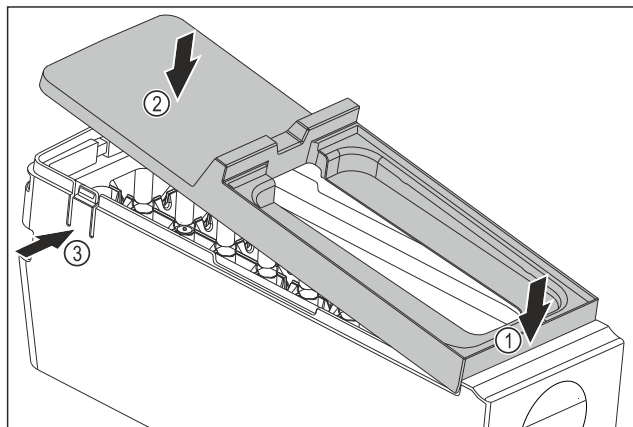

Fig. 109
- ▶ Afdekking van de EasyTwist-Ice-corporus monteren: Afdekking voor bevestigen. Fig. 109 (1)
- ▶ Afdekking achter neerlaten. Fig. 109 (2)
- ▷ Afdekking klikt hoorbaar in beide strips Fig. 109 (3) vast.